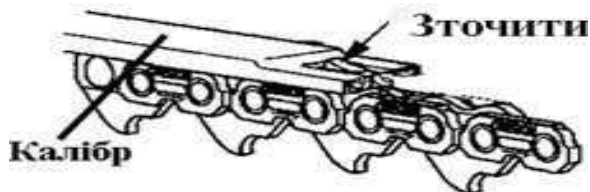

Рис.12
6. Перевірте висоту обмежувачів глибини. Для цього встановіть калібр, як показано на рис.12.